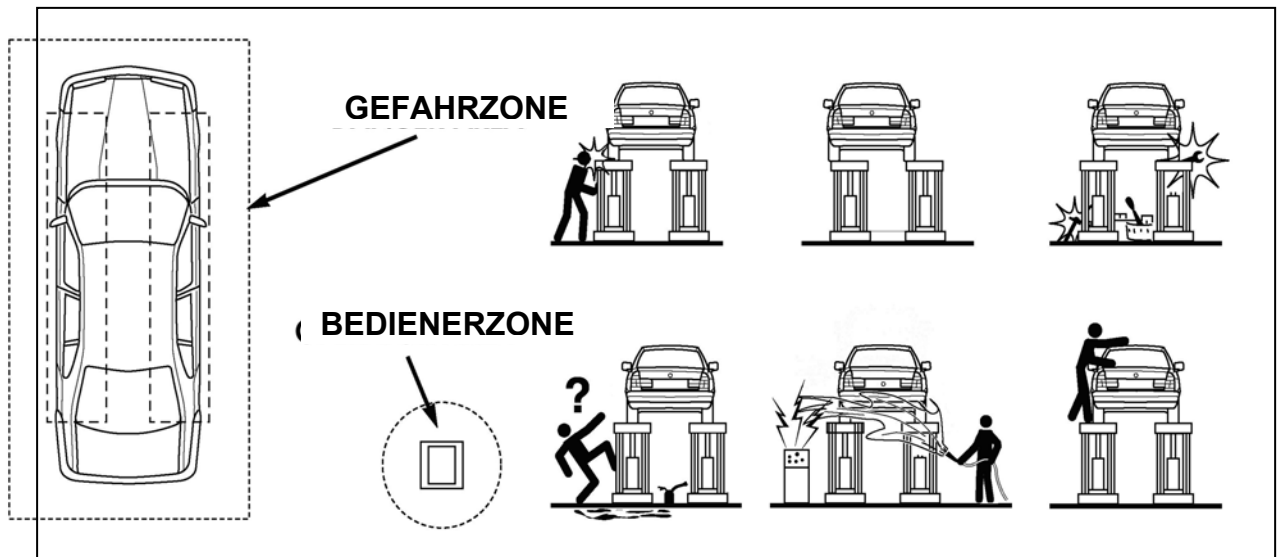

Bild 7
- 👁️ 2. Bei heben und senken muss die Hebebühne vom Bediener nur von der Bedienerzone, so wie im **(Bild 7)** vorgestellt, betätigt sein .